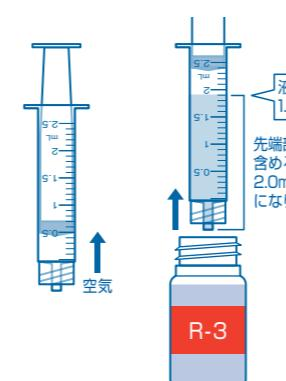

図9
- ⑨2.5mLシリジンに空気を約0.5mL吸い込んでから、続けてR-3試薬を完全に捨てる。内壁に水滴が残存する場合は、ティッシュペーパー等で吸い込んで除去してください。(図9)